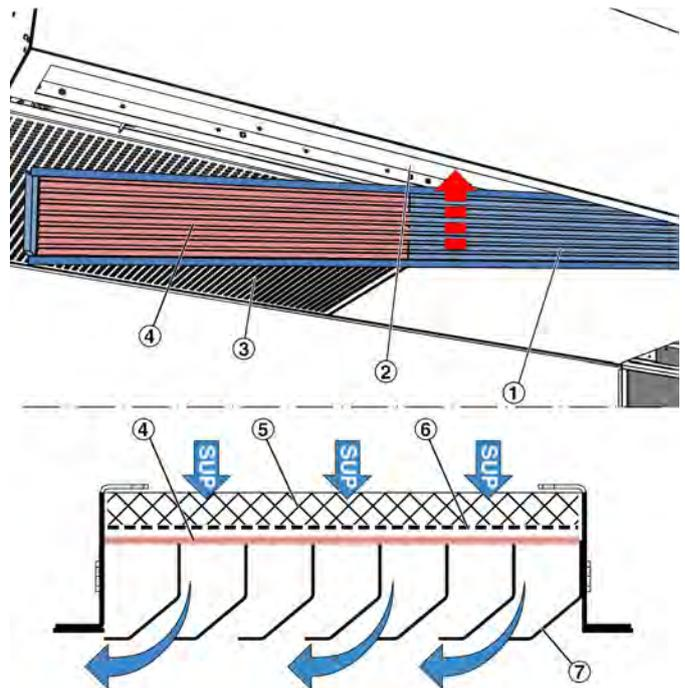

Abb. 24: Lüftungsgitter einsetzen
22. ▶ An beiden Bauteilen die Zuluftgitter (Abb. 24 /1) einsetzen, dazu diese etwas schräg und verdreht in das Gehäuse (Abb. 24 /2) einschieben und positionieren. Bei Einsetzen darauf achten, dass im Bereich der Ansaugöffnung (Abb. 24 /3) das Gitter mit dem Blindblech (Abb. 24 /4) eingelegt wird und das die Lamellen (Abb. 24 /7) zur Raumseite zeigen. Das Filterfließ (Abb. 24 /5) liegt auf dem Lochblech (Abb. 24 /6).